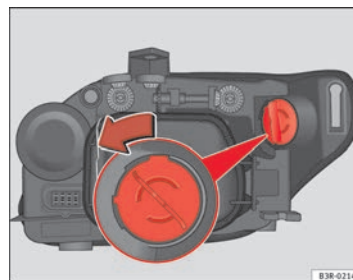

Fig. 217 Luz DRL (luz día)
- Gire el portalámparas en el sentido contrario a las agujas del reloj asíéndolo por la empuñadura ⇒ fig. 217 y extraiga el portalámparas y la lámpara.